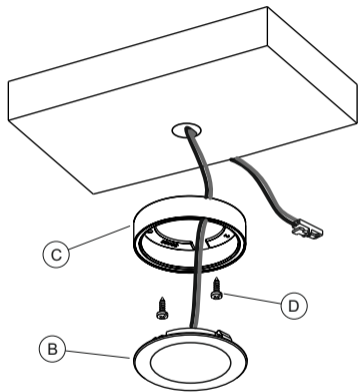

Fig 5
support, applying light pressure until it is completely fitted as illustrated in figure 5.
komplett einrastet (siehe Abb. 5).
- Fixer le support plastique (C) au plan d'installation à l'aide des vis (D) fournies ; insérer le spot (B) dans le support plastique en exerçant une légère pression jusqu'à l'encastrement complet, comme indiqué sur la figure 5.